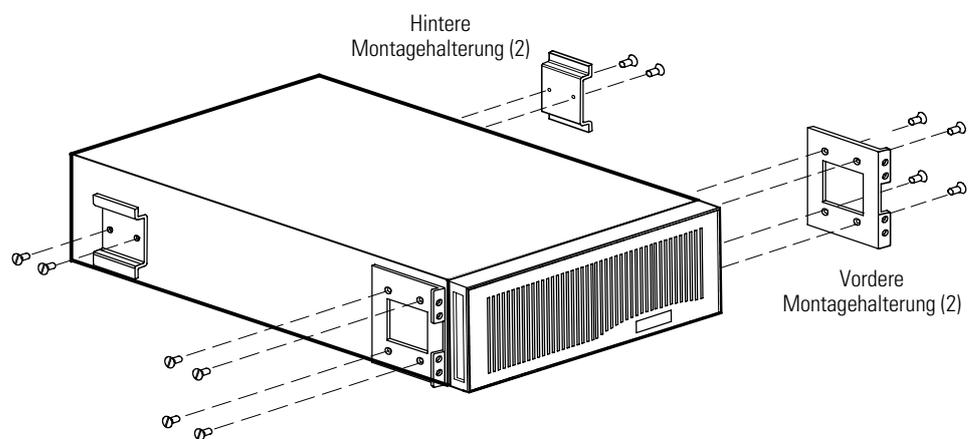

Abbildung 7. Einbauen der vorderen und hinteren EBM-Montagehalterungen
10. Die beiden vorderen Montagehalterungen nach den Schraubenlöchern auf der Seite des EBMs ausrichten und mit den mitgelieferten acht M4-Senkkopfschrauben sichern (siehe Abbildung 7).